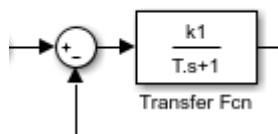

Рис. 1.5
Фрагмент схемы приведен на рис. 1.5
8. Провести моделирование отладочной схемы двигателя постоянного тока и сравнить с тестами рис.1.5 (приведено для  $M\phi=1$  на отрезке времени от 0 до 1 сек.)